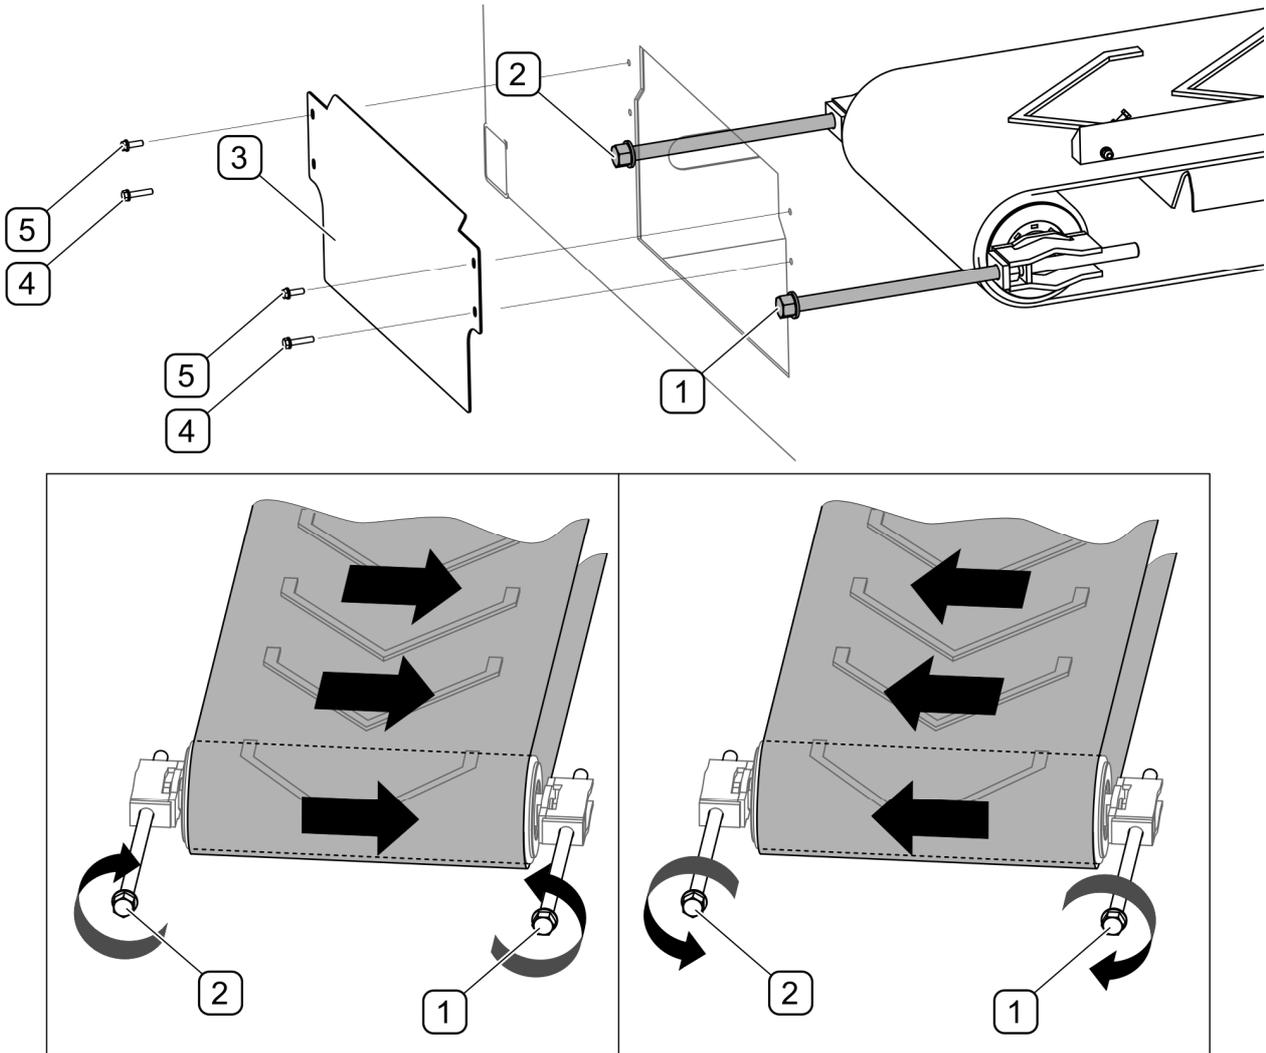

ABBILDUNG 5.4 Einstellen der Spannrolle
Vor Beginn der Einstellung des Bandes (ABBILDUNG 5.4) müssen die Schrauben (4) und (5) herausgeschraubt und die Abdeckung (3) entfernt werden. Auf dem Steuerpult im Menü „ZÄHLER“ die Funktion „ENTLADEN“ einschalten. Eine ausführliche Beschreibung befindet sich in Kapitel 4.9 ENTLADEN.
Das Band wird bei laufendem Förderband mithilfe der Spannschrauben (1) und (2) eingestellt, die sich an der Vorderwand des Behälters befinden (ABBILDUNG 5.4). Je nachdem in welche Richtung das Band verschoben ist (ABBILDUNG 5.4), müssen die Schrauben (1) und (2) in die entsprechende Richtung gedreht werden. Nach jeder Umdrehung der Schrauben einen Moment warten und die Auswirkung der Einstellung prüfen. Den Vorgang wiederholen, bis das Band in der Mitte der Rollen läuft.
Bei neuen Streumaschinen und bei einer Auswechslung des Transportbandes muss die Spannung mit einem Drehmoment von 10 Nm durchgeführt werden (ABBILDUNG 5.4). Bei normaler Nutzung muss die Einstellung hingegen mit einem Drehmoment von 5 Nm durchgeführt werden.
Das Band kann bei ausgeschaltetem Förderbandantrieb gespannt werden. Zum Spannen des Bandes dienen die Schrauben (1) und (2), die sich an der Vorderwand des Behälters befinden (ABBILDUNG 5.4). Die Schrauben (1) und (2) im Uhrzeigersinn mit einer Kraft von ca. 10 Nm drehen. Um zu vermeiden, dass das Band auf eine Seite der Rollen wandert, müssen beide Schrauben um den gleichen Betrag gedreht werden.